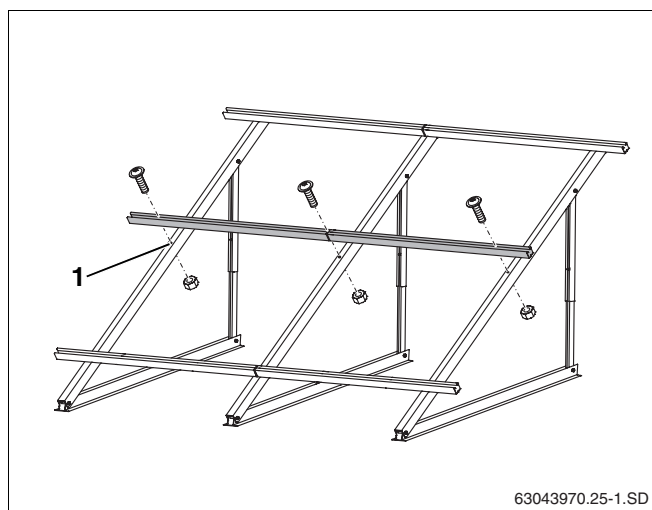

Fig. 35 Montar os perfis adicionais
- Fixar perfis adicionais, como descrito no capítulo 5.5.2 "Montar os perfis" no furo central do perfil (fig. 35, **item 1**).